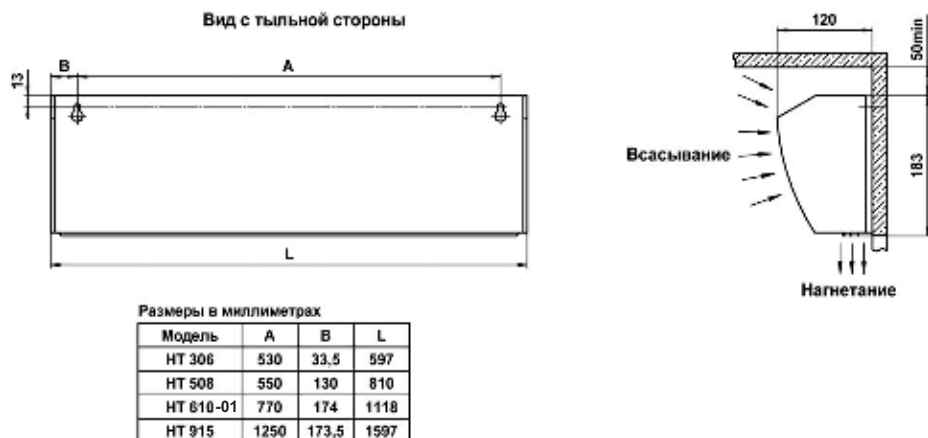

Рис. 3 Габаритные и установочные размеры
- завеса устанавливается как можно ближе к верхней стороне проема, при этом необходимо выдержать расстояние между верхней стенкой корпуса и потолком не менее 50мм. - Установочные и габаритные размеры завес указаны на рис.3 Приложения.